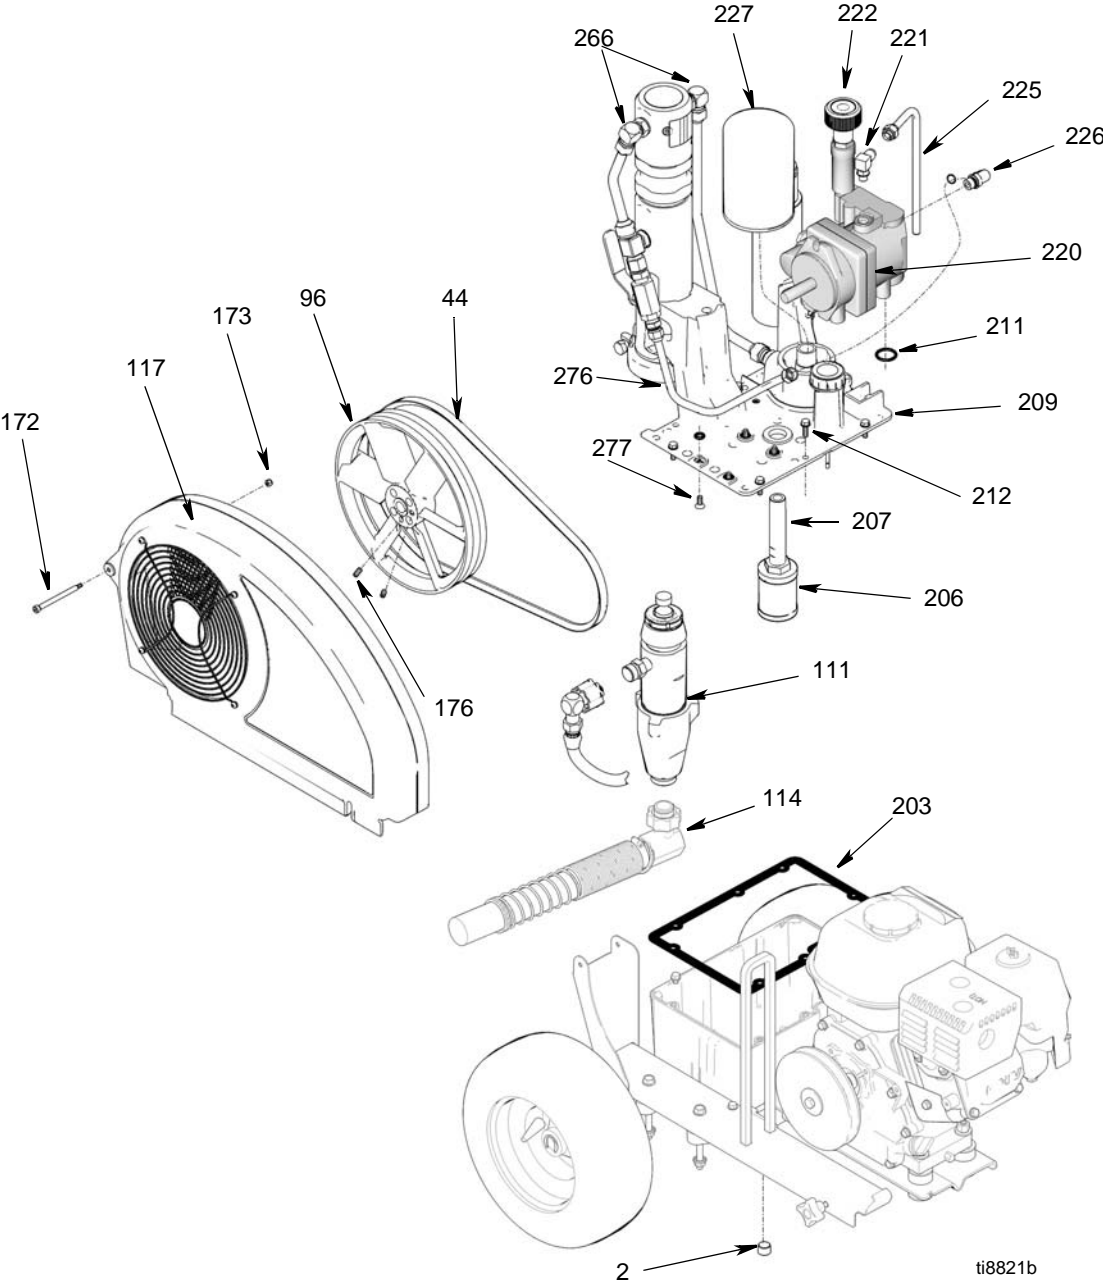

FIG. 2
(Abbildung 2)
3. Ablaufstopfen (2) und Ölfilter (227) entfernen und Hydrauliköl auslaufen lassen.
4. Abb. 2. Saugrohr (114) entfernen.
5. Pumpe (111) abnehmen, Seite 15.
6. Schraube (172), Mutter (173) und Riemenschutz (117) entfernen.
7. Motor anheben und Riemen (44) entfernen.
8. Zwei Stellschrauben (176) und Gebläse-Riemenscheibe (96) entfernen.
9. Ablaufrohr (225) entfernen.
10. Winkelstück (221) entfernen.
11. Schlauch (276) vom Bogen (226) abziehen. Bogen (226) von der Hydraulikpumpe (220) abnehmen.
12. Acht Schrauben (212), Behälterabdeckung (209), Filtersatz (206) und Dichtung (203) entfernen.
13. Vier Schrauben (277) und Hydraulikpumpe (220) von der Behälterabdeckung (209) abnehmen.
1. Hydraulikpumpe (220) mit vier Schrauben (277) an der Behälterabdeckung (209) anbringen; mit 10,1-12,4 Nm festziehen.
2. Dichtung (203) und Behälterabdeckung (209) mit acht Schrauben (212) einbauen; mit 12,4 +/- 0,5 Nm festziehen.
3. Bogen (226) in die Hydraulikpumpe (220) einbauen. Bogen (226) in den Schlauch (276) einbauen. Mit 33,9 Nm festziehen.
4. Bogen (221) einbauen; mit 20,3 Nm festziehen.
5. Ablaufrohr (225) einbauen; mit 20,3 Nm festziehen.
6. Gebläse-Riemenscheibe (96) mit zwei Stellschrauben (176) einbauen.
7. Motor anheben und Riemen (44) einbauen.
8. Riemenschutz (117) mit Schraube (172) und Mutter (173) einbauen.
9. Pumpe (111) anschließen, Seite 15.
10. Abb. 2. Saugrohr (114) anschließen.
11. Ablaufstopfen (2) einbauen; mit 12,4 Nm festziehen. Ölfilter (227) einbauen; um eine weitere 3/4 Drehung festziehen, nachdem die Dichtung das Gehäuse berührt hat. Hydraulikpumpe durch die Öffnung im Bogen (221) vollständig mit Graco-Hydrauliköl füllen, Seite 6. Behälter mit dem restlichen Hydrauliköl füllen.